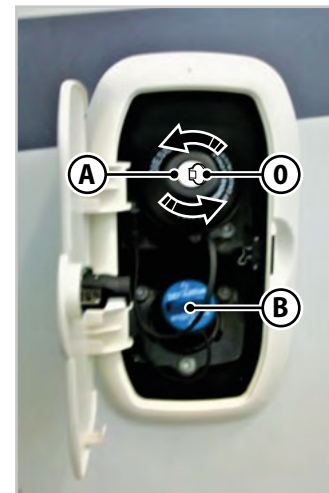

Fig. 5.7 - Tapón del depósito de combustible
Para abrir el tapón del depósito de combustible (Fig.5.7):
Para cerrar el tapón del depósito de combustible (Fig.5.7):
Para abrir el tapón (**B** - Fig.5.7) del aditivo AD-BLUE, gire el tapón a la izquierda y tire de él. Luego, puede repostar. Para cerrarlo, realice la operación inversa.
1. Tire, en el sentido de la flecha, de la palanca **A** (Fig.5.7 y Fig.5.8, varía según el tipo de vehículo), situada a la izquierda de la columna de dirección.